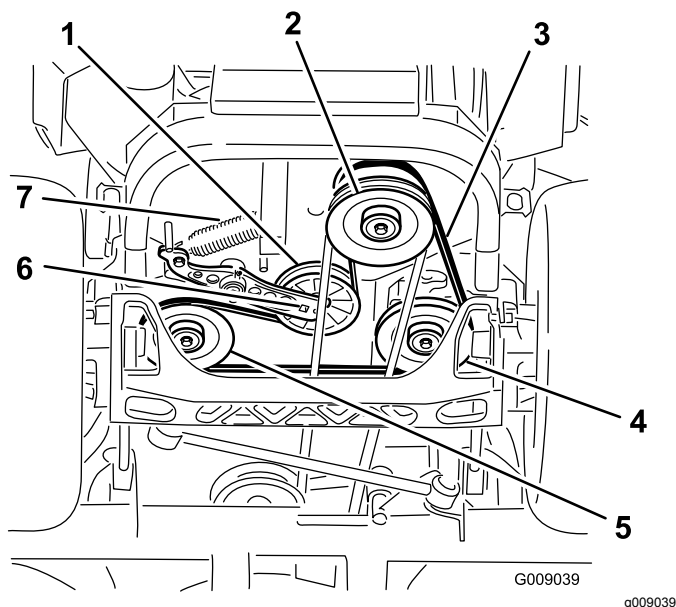

Figure 79
- Soulevez la machine sur des chandelles (Figure 79).
5. Insérez un rochet dans le trou carré du bras de la poulie de tension pour déposer le ressort de la poulie de tension (Figure 79).
6. Décrochez le ressort de tension sur le cadre (Figure 79).
9. Insérez un rochet dans le trou carré du bras de tension pour installer le ressort de la poulie de tension sur le cadre (Figure 79).